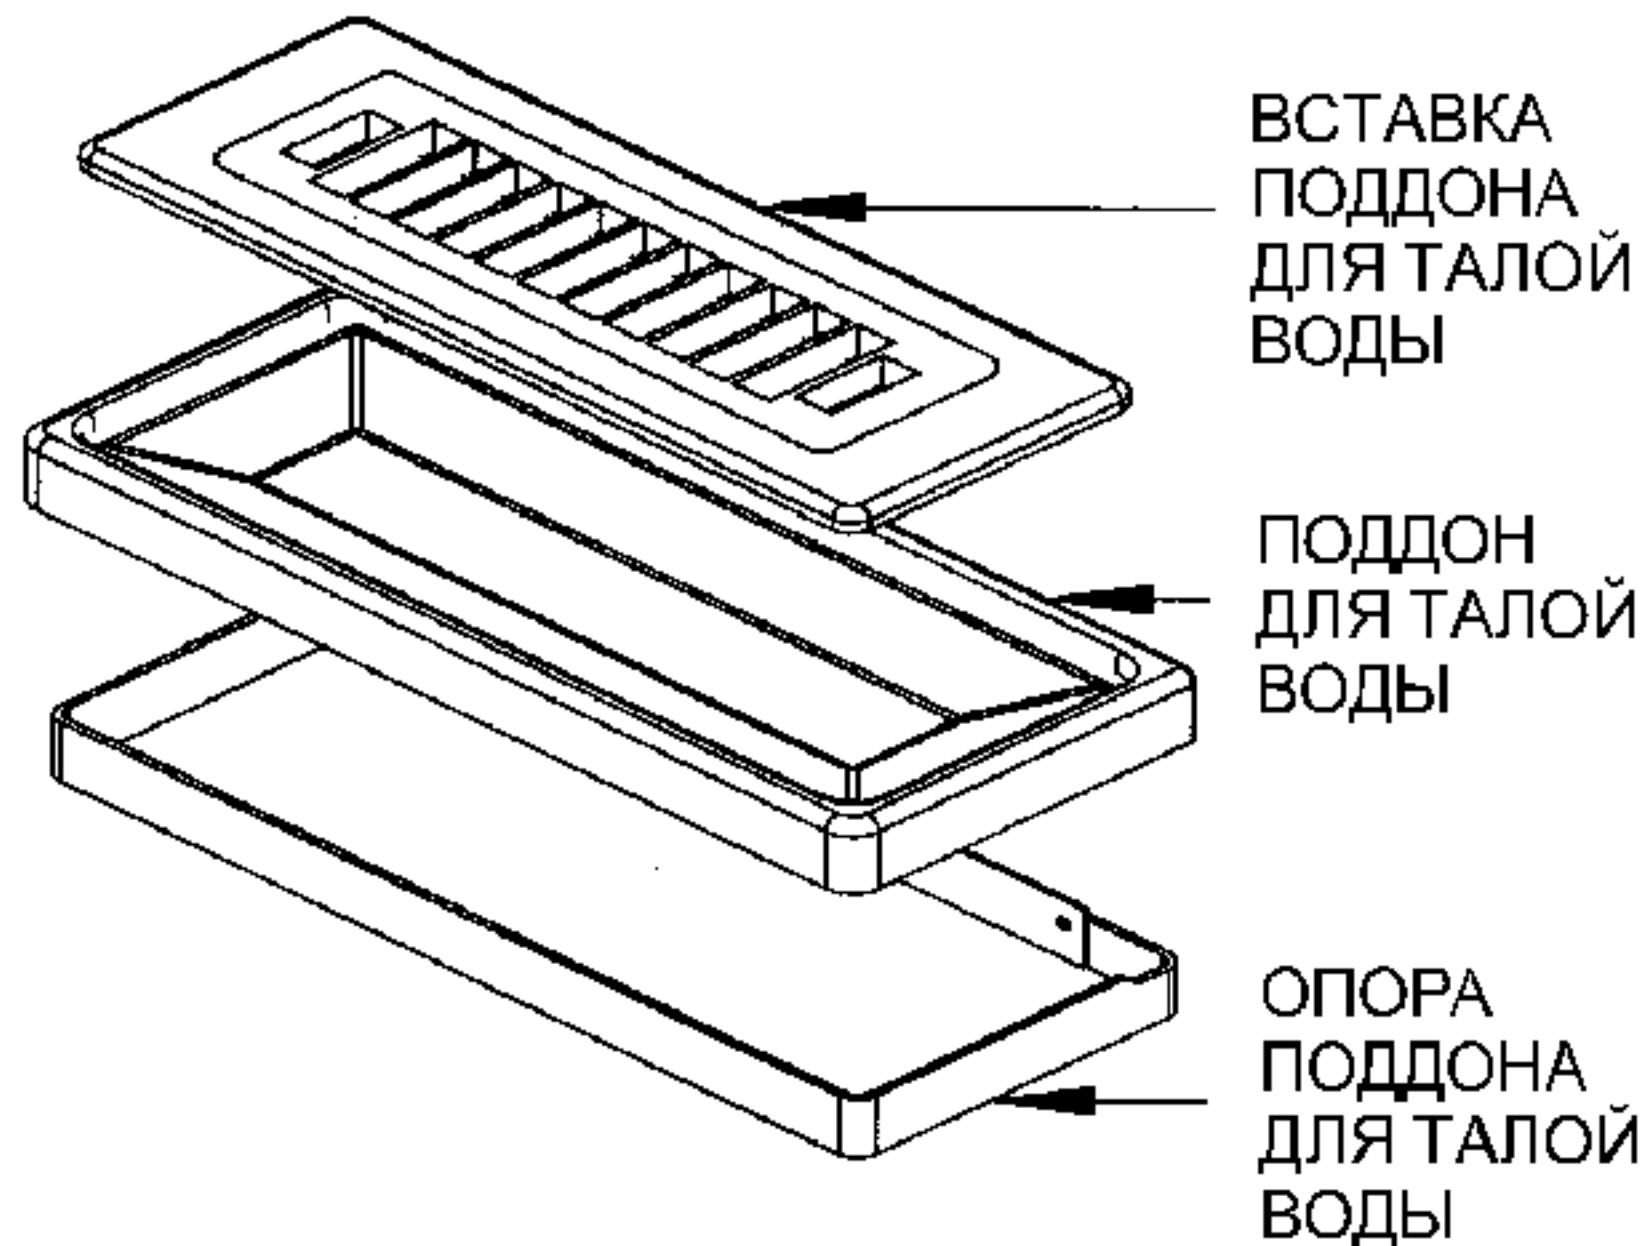

Рис. 11. Поддон для талой воды
8. Удалите крышку с ванны для смеси (см. изображение в разобранном виде), поддон для талой воды и вставку поддона для талой воды (рис. 11).
11. После того как вы тщательно помоете детали в моющем растворе, прополоските их водой для ополаскивания. Поместите детали в дезинфицирующий раствор на пять (5) минут, а затем просушите их на воздухе, чтобы подготовить их к сборке и смазке. **НЕ ВЫТИРАЙТЕ** их.